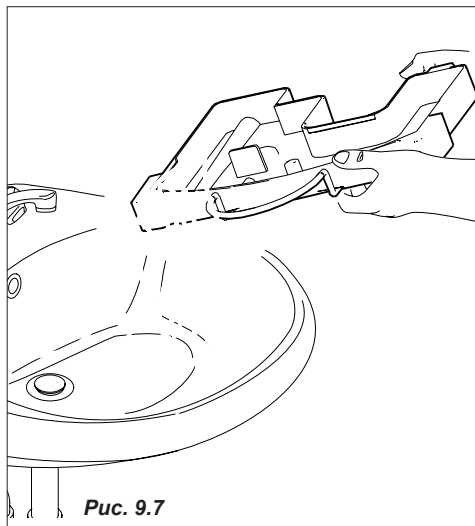

Рис. 9.7
- опорожните бак для жидких отходов, почистите и/или замените (Рис. 9.7).